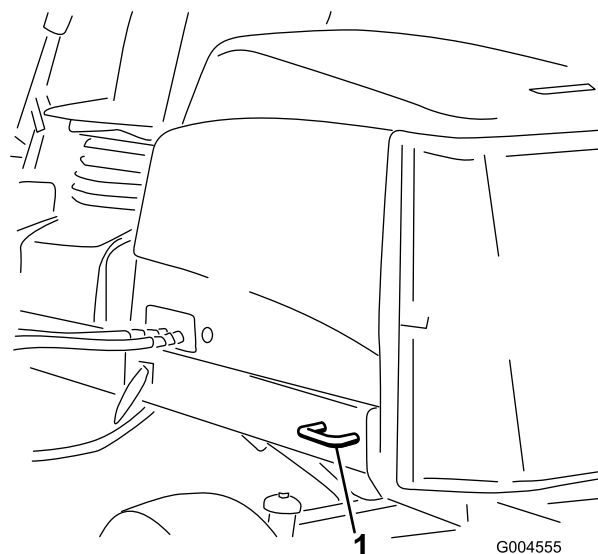

Figure 42
- Arrière – chaque côté de la machine sur le cadre arrière (Figure 42).